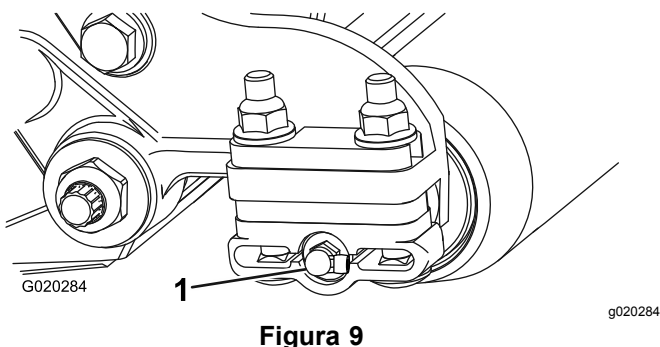

Figura 9
15. **Solo sull'apparato di taglio da 46 cm,** rimuovete il raccordo d'ingrassaggio diritto vicino all'alloggiamento della spazzola per rullo e installate il raccordo d'ingrassaggio 90° nello stesso punto (**Figura 9**).